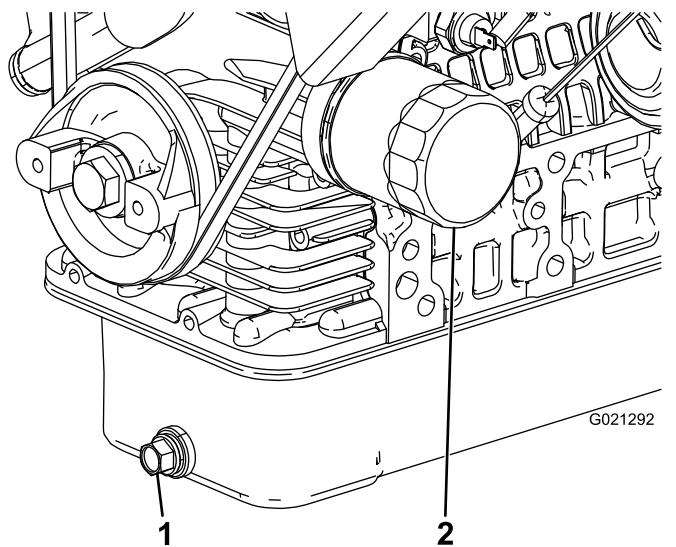

図 37
2. ドレンプラグを外してオイルを容器に受ける(図 37)。
4. オイルフィルタを外す図 37。